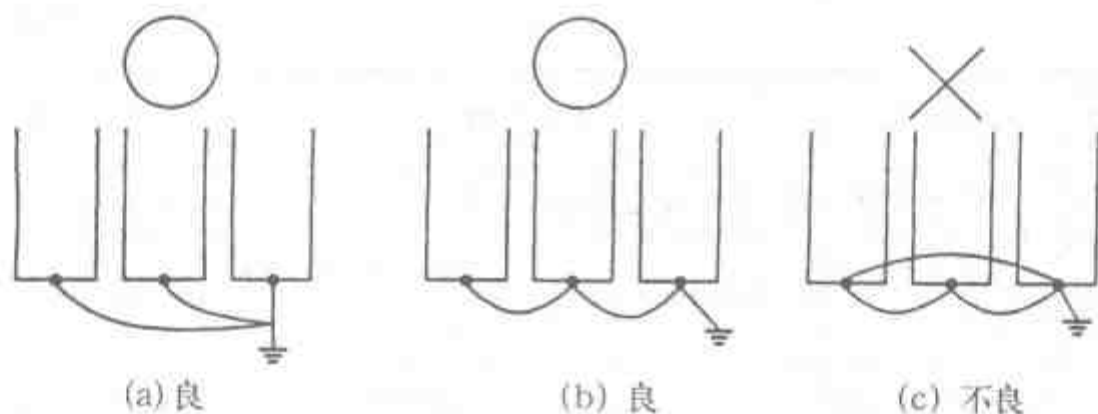

图 5-6 接地线不得形成回路
(1) 主回路端子 R、S、T, 经接触器和断路器与电源连接, 不用考虑相序。
(2) 不应以主回路的通断来进行变频器的运行、停止操作。需要用控制面板上的运行键 (RUN) 和停止键 (STOP) 来操作。
(3) 变频器输出端子最好经热继电器再接到三相电动机上, 当旋转方向与设定不一致时, 要调换 U、V、W 三相中的任意两相。
(4) 星形接法电动机的中性点绝不可接地。
(5) 从安全及降低噪声的需要出发, 变频器必须接地, 接地电阻应小于或等于国家标准规定值, 且用较粗的短线接到变频器的专用接地端子上。当数台变频器共同接地时, 勿形成接地回路, 如图 5-6 所示。